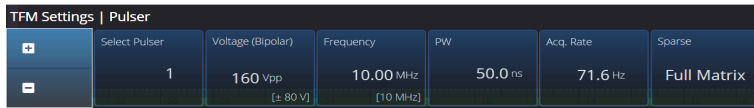

Abbildung 2-21 TFM Settings – Pulsar (TFM Einstellungen – Sender)
Mit diesem **Pulser** (Sender) Parameter können Sie die Optionen **Voltage** (Spannung), **Frequency** (Frequenz), **PW** (IB) und **Acq. Rate Mode** (Erfassungsgeschwindigkeitsmodus) anzeigen und bearbeiten. Um auf diese Optionen zuzugreifen, gehen Sie zu **TFM Settings > Pulser** (UT-Einstellungen > Sender) [Abbildung 2-21 auf Seite 62 und Tabelle 14 auf Seite 62].